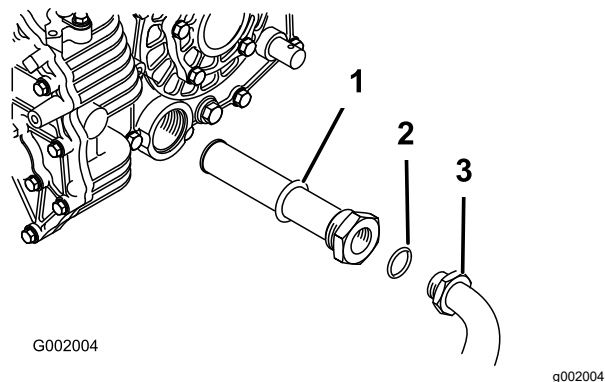

Bild 56
5. Nehmen Sie den Hydraulikschlauch und das 90°-Anschlussstück ab (Bild 56).